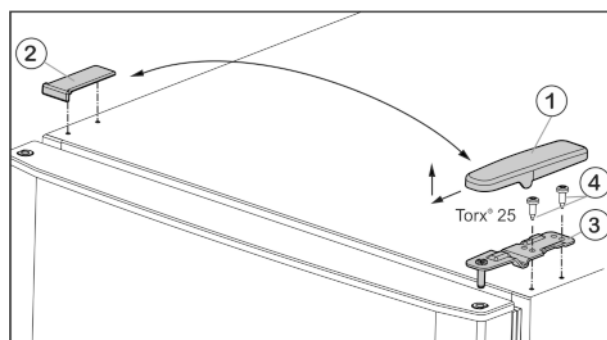

Fig. 5
- ▶ Wyjąć osłonę Fig. 5 (1) do przodu i do góry.
- ▶ Podnieść osłonę Fig. 5 (2).
- ▶ Odkręcić górną płytkę zawiasu *Fig. 5 (3)* (2 razy Torx® 25) *Fig. 5 (4)* i wyjąć ją do góry.
- ▶ Założyć górne drzwi na środkową płytkę zawiasu (13).
- ▶ Włożyć w drzwi górną płytkę zawiasu *Fig. 5 (3)* po nowej stronie zawiasów.
- ▶ Dokręcić górną płytkę zawiasu (**z siłą 4 Nm**) (2 razy Torx® 25) *Fig. 5 (4)*. Ewentualnie użyć wkrętarki akumulatorowej.
- ▶ Założyć osłonę *Fig. 5 (1)* od zewnątrz odpowiednio po przeciwległej stronie i zazębnić.
- ▶ Założyć osłonę *Fig. 5 (2)* od góry odpowiednio po przeciwległej stronie i zazębnić.